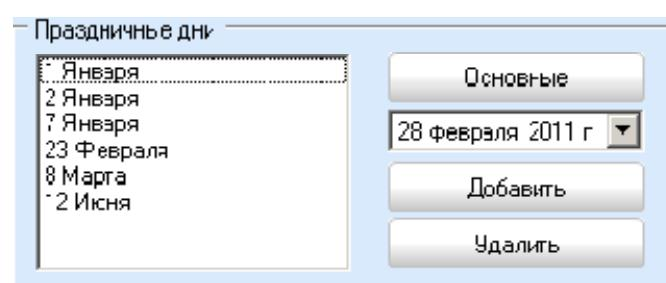

Рисунок 159
**Праздничные дни** - если у объекта есть особое расписание охраны в праздничные дни, то в таблицу на Рисунок 159 добавляются основные праздники из справочника «Праздничные дни» по кнопке «Основные» (если они описаны в справочнике «Праздничные дни»). Если есть какие-то другие дни, не входящие в справочник «Праздничные дни», то их можно добавить. Пользователь должен выбрать из календаря интересующую его дату и нажать кнопку «Добавить». При необходимости исключения какого-либо дня администратору достаточно выбрать этот день из списка и нажать кнопку «Удалить».